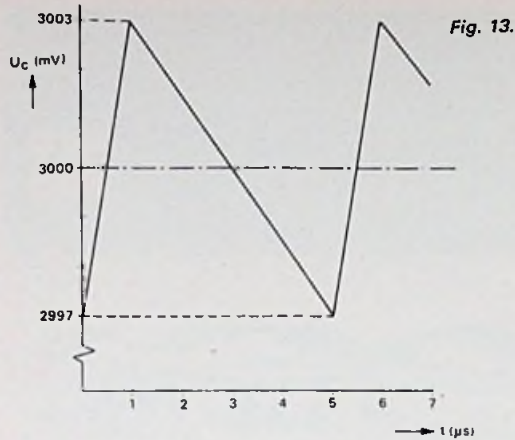

Fig. 13.
b. Zoals reeds vermeld, is de spanning op de condensator vrijwel gelijk aan 3 V . De kleine variaties die hierin optreden, berekenen wij als volgt. Gedurende de tijd van 0 tot $1 \mu\text{s}$ wordt de condensator geladen door een stroom van 6 mA . De lading neemt dus toe met $\Delta Q = 6 \times 10^{-3} \times 10^{-6} = 6 \times 10^{-9}$ coulomb en de spanning stijgt met $\Delta V = \Delta Q/C = 6 \times 10^{-9}/10^{-6} = 6 \times 10^{-3} \text{ V} = 6 \text{ mV}$. Van 1 tot $5 \mu\text{s}$ daalt de spanning weer met dit zelfde bedrag. De condensatorspanning varieert dus tussen 3003 mV en 2997 mV (zie fig. 13).